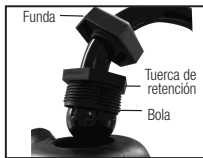

Figura 1
2) Desconecte el brazo de conexión de la parte superior del montaje de bomba (ver la sección Instalación de la manija de la bomba). (Figura 1).